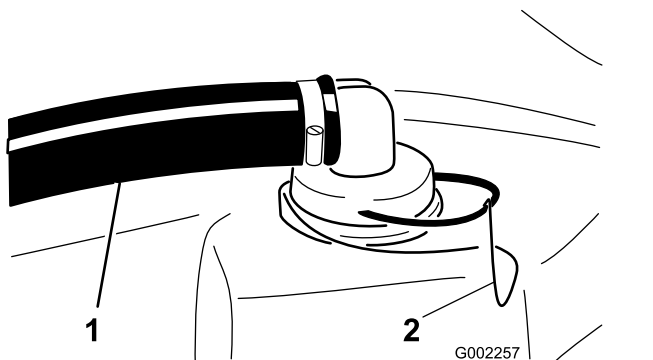

Figura 16
2. En la parte superior del depósito de fumigación, retire el clip de retención que sujeta el acoplamiento que está conectado a la manguera grande y al alojamiento del filtro (Figura 16).
3. Retire la manguera y el acoplamiento del alojamiento del filtro (Figura 16).